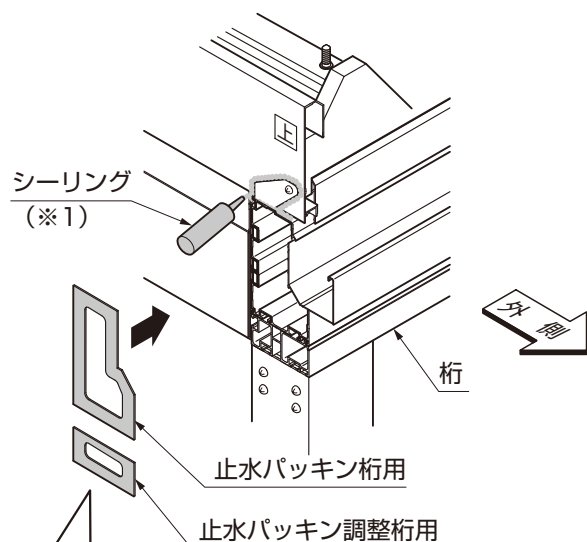
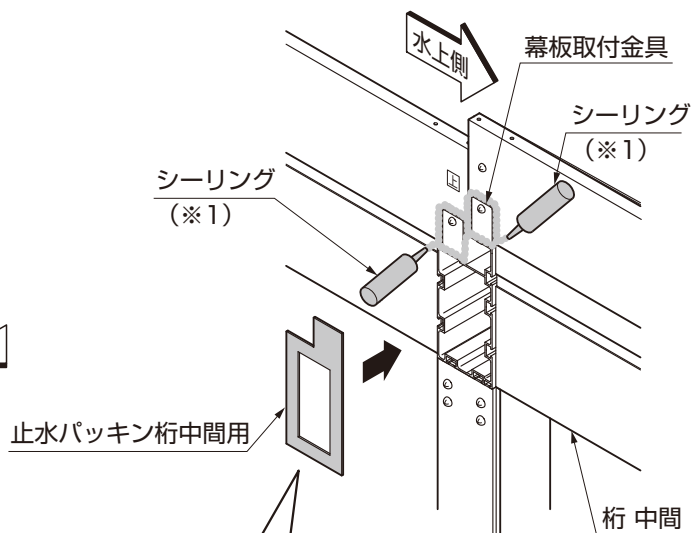

図18-8 水上側 止水パッキンの貼付け
図18-9 中間 止水パッキンの貼付け
- ① 桁端面に止水パッキン桁用、止水パッキン調整桁用、止水パッキン中間桁用をシール (※2) をはがして貼付けてください。(図18-8、図18-9参照)